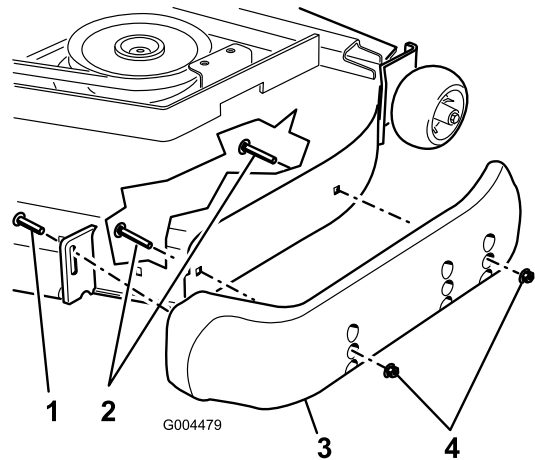

Bild 7
3. Lösen Sie die Schraube vorne an jeder Kufe. Die Guardian-Mähwerke haben zwei Gestelle und die Seitenauswurfmäherwerke haben ein Gestell (Bild 7).